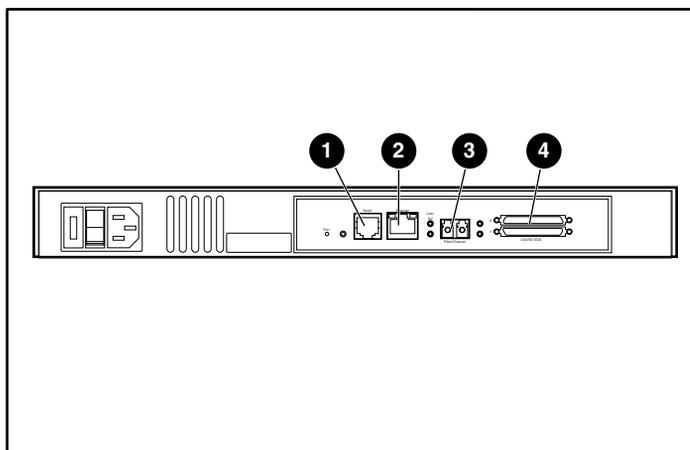

Abbildung 3-2: Port-Positionen auf der Rückseite
Anhand Abbildung 3-2 können Sie die Position der Ports auf dem Router ermitteln.
1. Ermitteln Sie den Fibre Channel-Port auf der Rückseite des Routers. Abbildung 3-2 zeigt die Position des Fibre Channel-Ports auf der Rückseite des Routers.
2. Ermitteln Sie die SCSI-Busse. Abbildung 3-2 zeigt die Position der SCSI-Busse auf der Rückseite des Routers.
Abbildung 3-2 zeigt die Position des seriellen Ports auf der Rückseite des Routers.